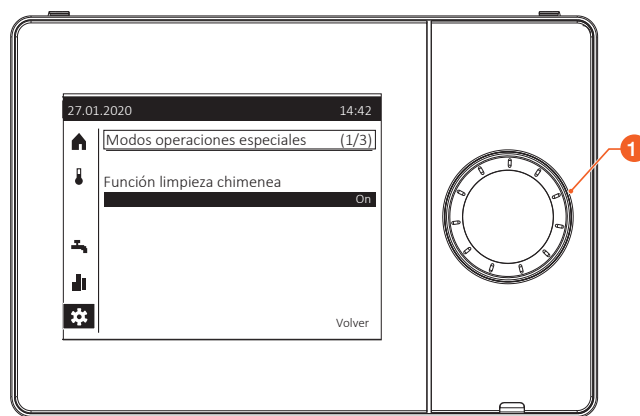

Fig. 16. Ajuste de la combustión: panel de control
8. Mantenga pulsado el mando (1, Fig. 16) durante más de 3 segundos para salir del menú y regresar a la pantalla de inicio.
10. Vuelva a precintar el tornillo de compensación (3) con pintura o una cinta.